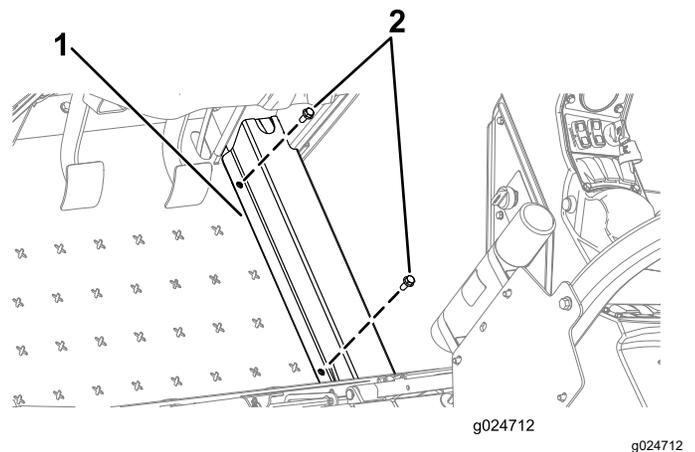
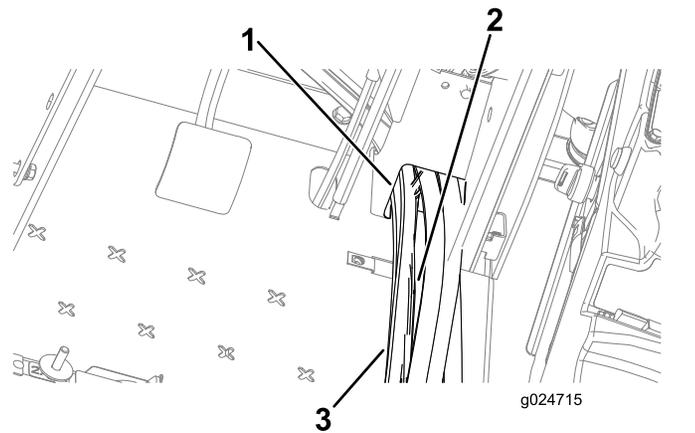

Figura 7
Figura 8
1. Rimuovete i 2 bulloni che fissano la copertura dei flessibili alla macchina e rimuovete la copertura (Figura 7 e Figura 8).